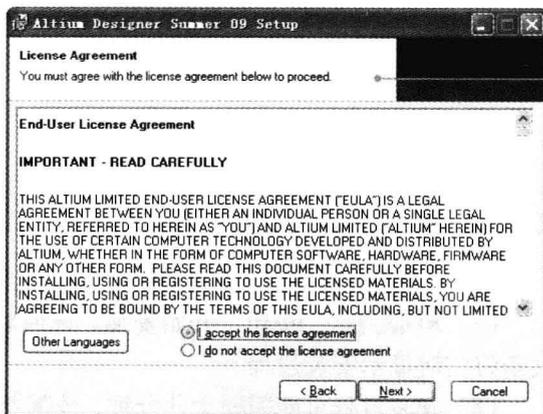

图 1-2 注册协议许可对话框
(2) 单击  按钮，进入如图 1-2 所示的注册协议许可对话框。在该对话框中，用户如果对 Altium 公司提出的使用协议没有异议，选中 I accept the license agreement 选项，然后单击  按钮继续下一步。